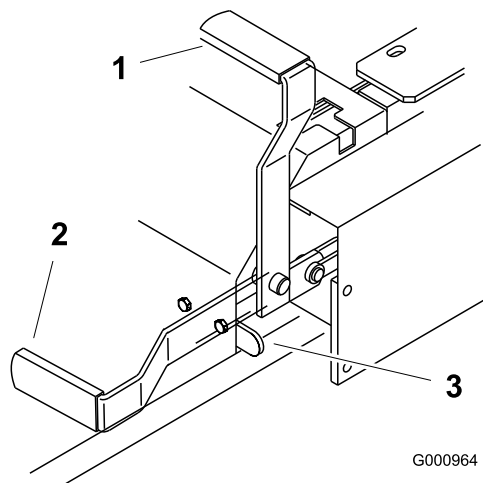

Figura 10
2. Per inserire il freno alzate la leva del freno di stazionamento e tiratela indietro (Figura 10). La leva del freno di stazionamento deve rimanere saldamente inserita.
Rilasciate il freno di stazionamento spingendo in avanti la relativa leva e abbassandola (Figura 10). Il freno di stazionamento è disinserito e la leva poggia contro l'arresto del freno.